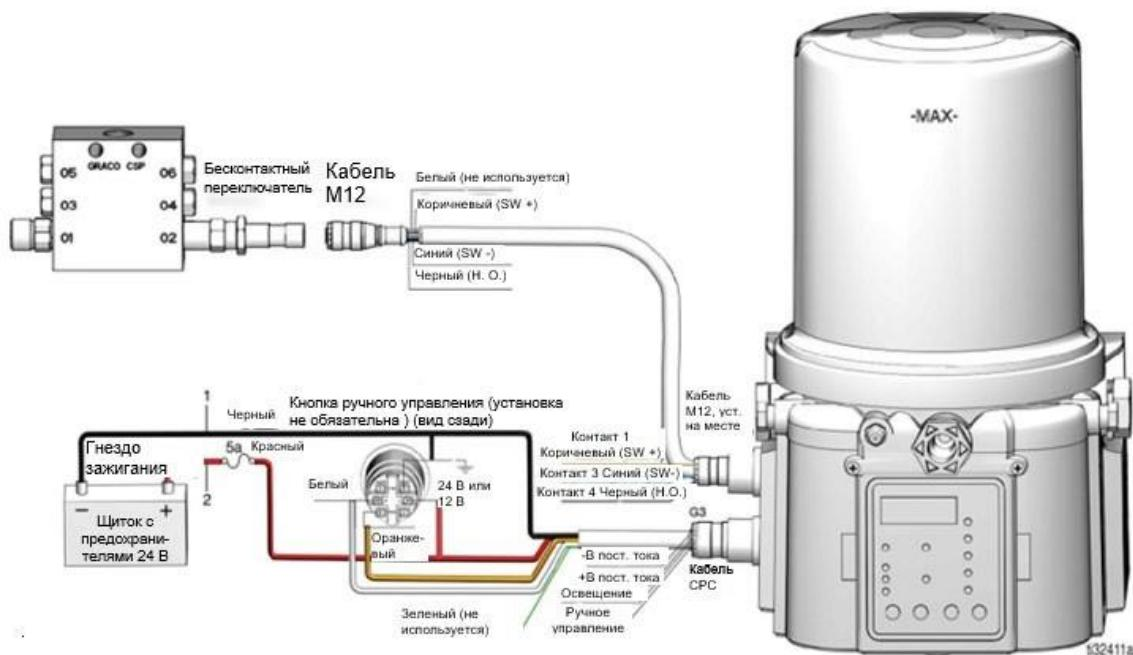

Рис. 27
**Насосы LSP с внутренним контроллером и схемой подключения кнопки ручного управления (Рис. 27)**